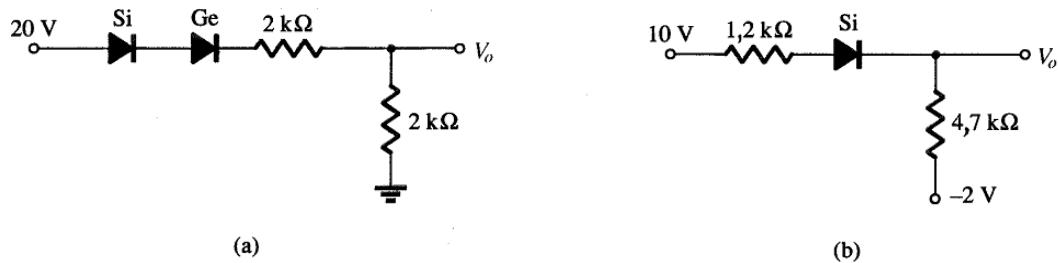

Figura 6 – Questão 11 (Boylestad e Nashelsky, 2004). Copyright ©2002 by Pearson Education, Inc. Upper Saddle River, New Jersey 07458. All rights reserved.
11. Determinar a tensão de saída  $V_o$  para cada circuito da Figura 6.